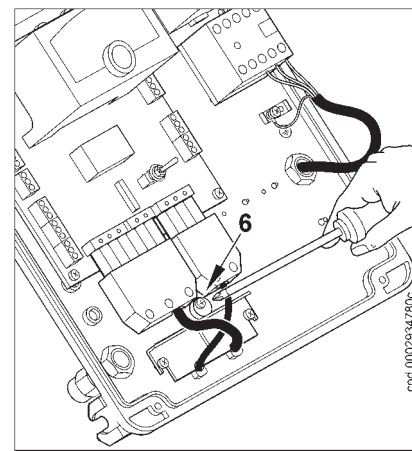

Figura 3
- 3) Volver a colocar la placa aprieta cables como se indica en la figura 3. Girar el excéntrico (6) de modo que la placa ejerza una presión adecuada sobre los dos cables, seguidamente apretar los tornillos que fijan la placa. Conectar por último las dos clavijas de 7 y de 4 polos.